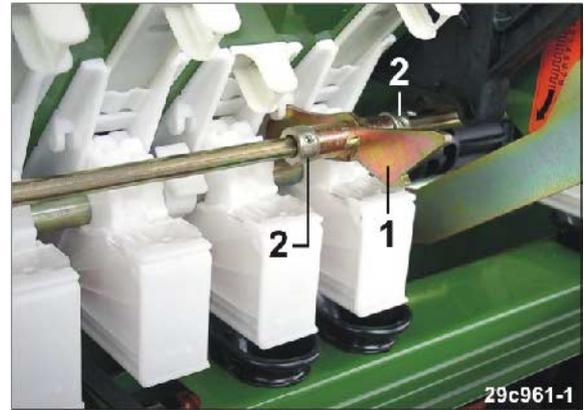

Fig. 230
- Insertar a la vez el soporte (Fig. 230/1), que asegura axialmente el árbol de contramarcha, en la entalladura de una caja de siembra.
12. Asegurar el soporte axialmente con dos anillos de ajuste (Fig. 230/2).